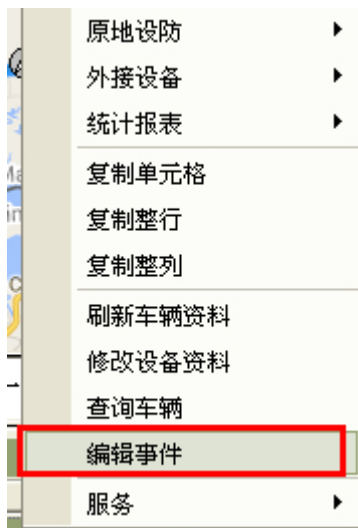

图 16
A. 打开车辆窗 右键点击需要设置触发短信报警的车辆，选择“编辑事件”，如图 16